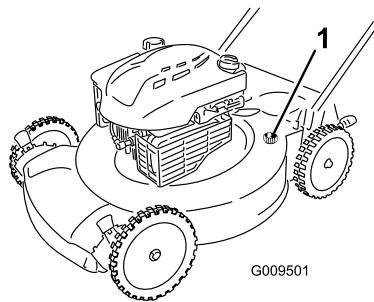

Figura 21
4. Introduzca una manguera de jardín conectada a un grifo en el orificio de lavado de la carcasa del cortacésped (Figura 21).